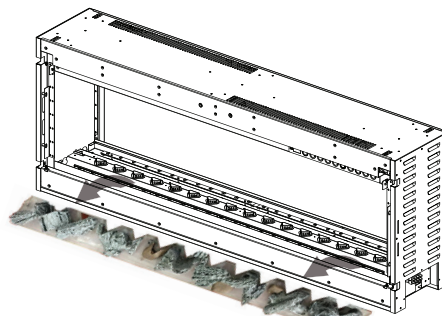

Fig. 4-7
- C. Retirez l'ensemble de bûche (Fig. 4-7).